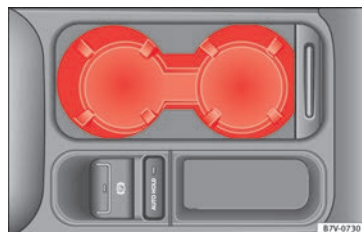

Fig. 189 Consola central delantera: portabebidas.
- Para *abrir*, desplazar la cubierta hacia atrás » **fig. 189**.